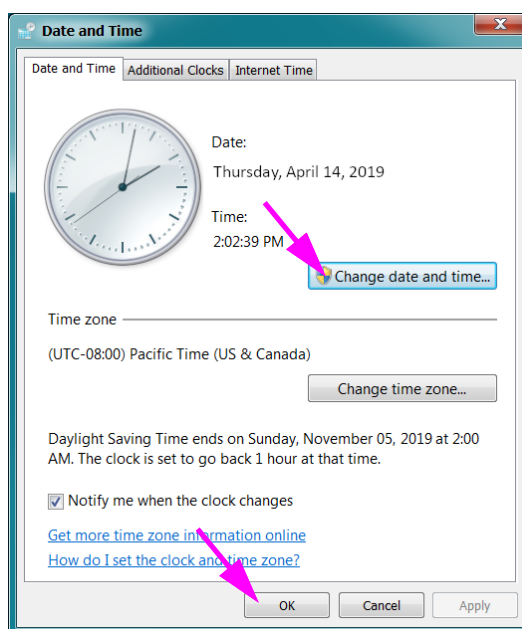

Figura 2-31. Cuadro de diálogo de propiedades Date and Time (Fecha y hora)
1. Haga clic en **Control Panel (Panel de control) > Date and Time (Fecha y hora)**. Aparece el cuadro de diálogo Date and Time (Fecha y hora). Consulte la figura 2-31.
4. Haga clic en **OK (Aceptar)** para regresar al cuadro de diálogo Date and Time (Fecha y hora). Consulte la figura 2-31.